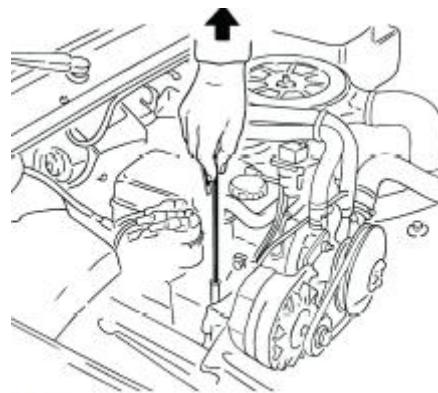

FIG. 1
- Het is het beste om hete olie af te tappen. De totale zuigcapaciteit van de machine is 2/3 van het volume (ongeveer 53 liter). Als de motor nog warm is, vervangt u de peilstok van de motor door een geschikte aanzuigleiding (grootste diameter) en plaatst u deze zo laag mogelijk. (Afbeelding 1).